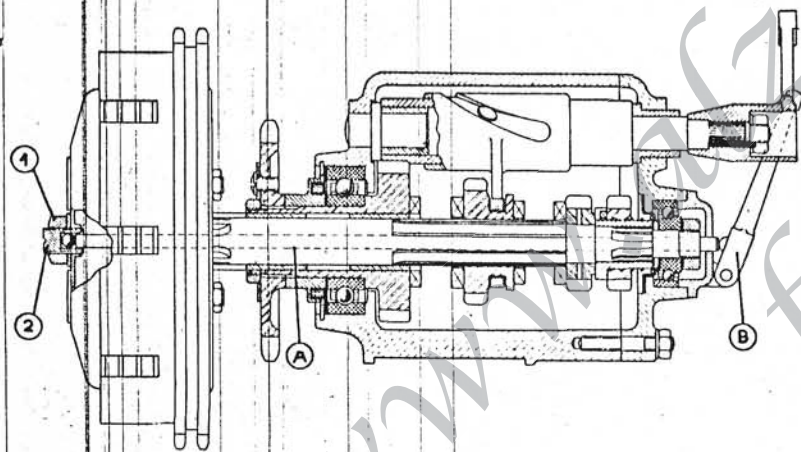

Fig. 17
E' quindi necessario allentare il dado (I) (fig. 17), dopo aver levato il coperchio del copricatena, e con un cacciavite svi-